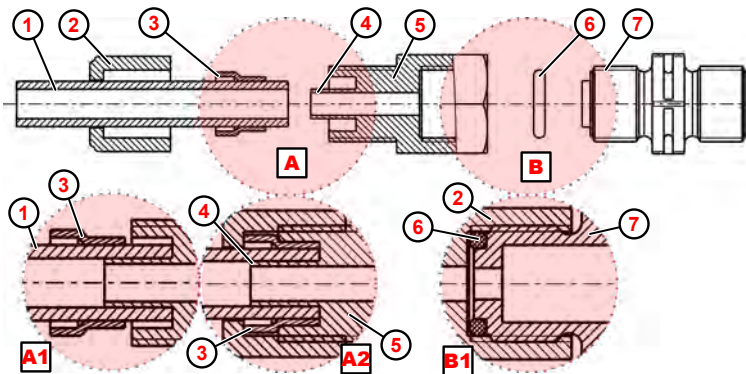

Fig. 7: Raccord de conduit et flexible avec douille d'appui intégrée
1. ➤ Placer le joint torique ( Fig. 7 , ⑥ ) dans la rainure de la soupape d'aspiration ou de refoulement ⑦ .
2. ➤ Serrer le raccord à visser ⑤ (détail B1).
3. ➤ Couper droit le flexible ① .
4. ➤ Enfiler l'écrou-raccord ② sur le flexible ① .
5. ➤ Enfiler l'anneau de serrage ③ sur le flexible ① .
6. ➤ Pousser le flexible ① jusqu'en butée sur la douille d'appui ④ (détail : A1).
7. ➤ Serrer le raccord à visser ⑤ (détail A2).